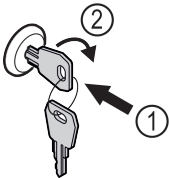

Fig. 165 Примерное изображение
- ▶ Вставьте ключ Fig. 165 (1).
- ▶ Поверните ключ на 90° по часовой стрелке Fig. 165 (2).